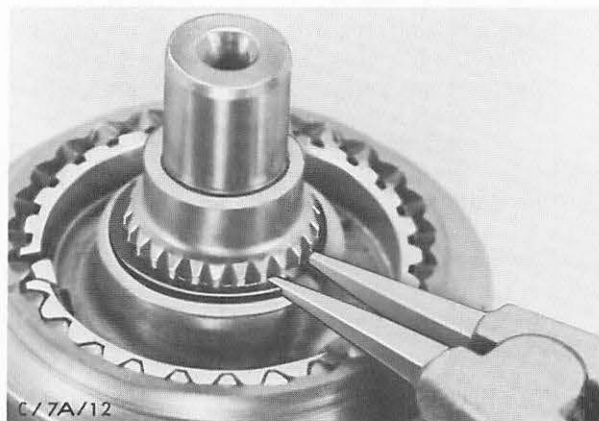

Abb. 52 Sicherungsring-Synchronkupplungsnahe 3./4. Gang montieren
33. Synchronkupplungsnahe 3./4. Gang, mit der langen Nabenseite nach vorne zeigend, auf die Hauptwelle schieben, Sicherungsring montieren. Abb. 52.